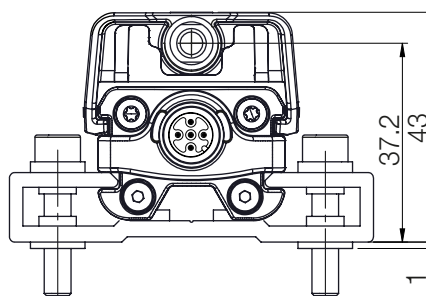
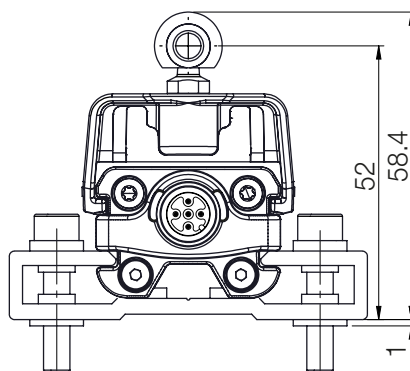
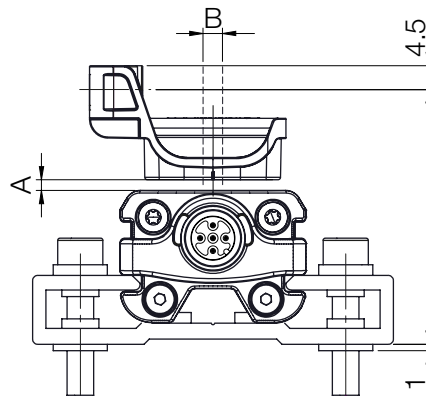
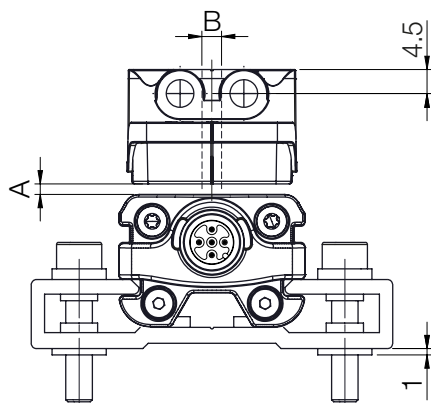

Рис. 5-1: Размеры и расстояния с BAM TG-IR-037-A
Рис. 5-2: Размеры и расстояния с BAM TG-IR-037-B
Рис. 5-4: Размеры и расстояния с BAM TG-IR-036-B
Рис. 5-3: Размеры и расстояния с BAM TG-IR-036-A
Быстрая индуктивная система измерения положения BIR подходит как для датчиков положения без направляющей, т. е. работающих по бесконтактному принципу (см. изображения Рис. 5-3 и Рис. 5-4), так и для датчиков положения с направляющей (см. изображения Рис. 5-1 и Рис. 5-2).
- Для расстояния А между датчиком положения и BIR и для среднего смещения В (см. изображения Рис. 5-3 и Рис. 5-4) должны соблюдаться следующие значения: